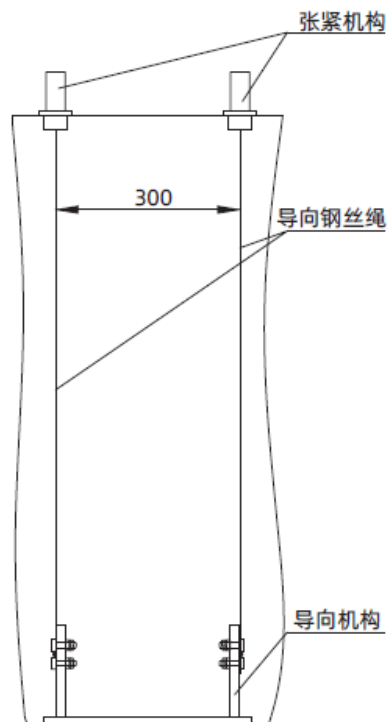

图 5 安装
6.2.2 将底部导向机构及浮标从人孔拿入罐内, 通过观察顶部下来的导向钢丝绳的垂直度, 确定 $\leq 2^\circ$, 将底部导向机构焊接固定在罐底。(图 5)